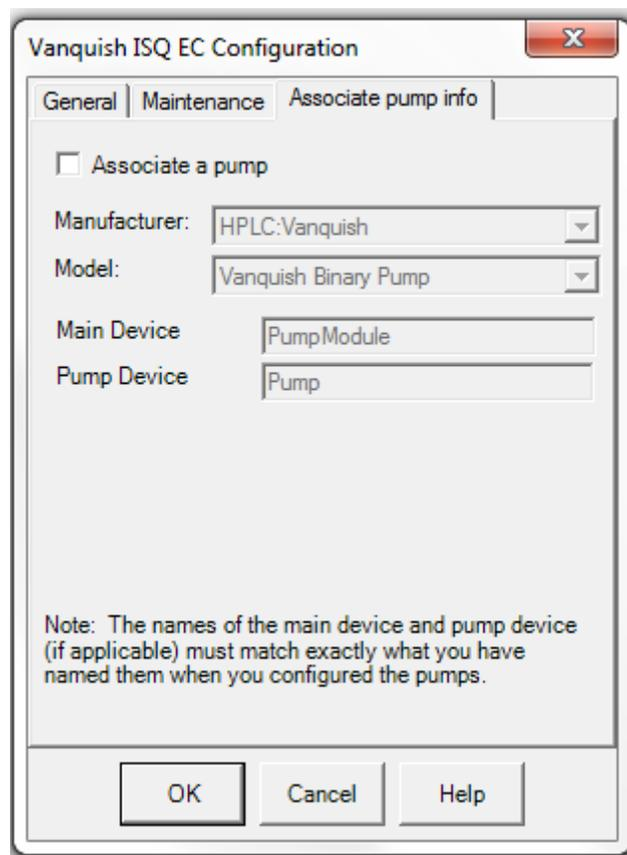

Abbildung 71: MS-Konfiguration – Register „Associate Pump Info“
- 26) Wählen Sie das Register **Associate Pump Info** (Info eingebundene Pumpe) aus, um eine Pumpe zu einzubinden oder die Pumpenart zu ändern. Siehe *Abbildung 71*.